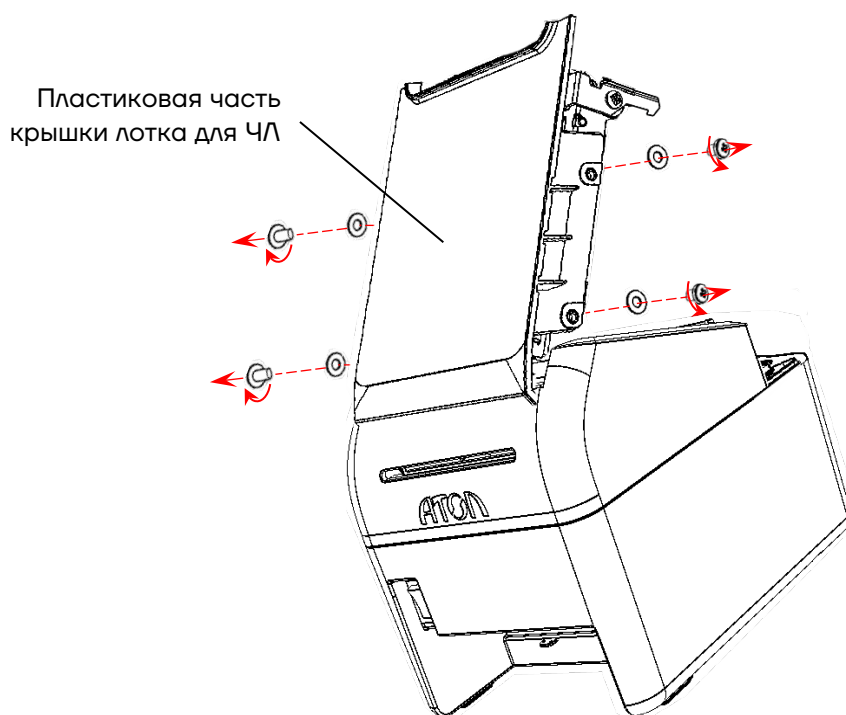

Рисунок 10. Элементы крепления пластиковой части крышки лотка для ЧЛ к металлической раме печатающего механизма
- 3 Открутить четыре винта крепления пластиковой части крышки к металлической раме печатающего механизма (рисунок 10), учесть, что под винтами установлены плоские шайбы.
- 20** Вкрутить винты крепления, предварительно установив плоские шайбы (рисунок 10).